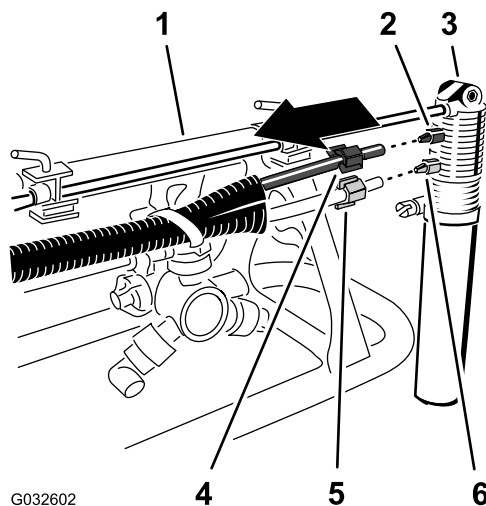

Figura 19
2. No bico do marcador de espuma, desaperte a porca de compressão que prende o tubo azul (água) à união de compressão azul do bico do marcador de espuma (Figura 19).
3. Desaperte a porca de compressão que prende o tubo transparente (ar) à união de compressão branca do bico do marcador de espuma (Figura 19).
5. Retire as porcas da compressão nas extremidades dos tubos (Figura 19).